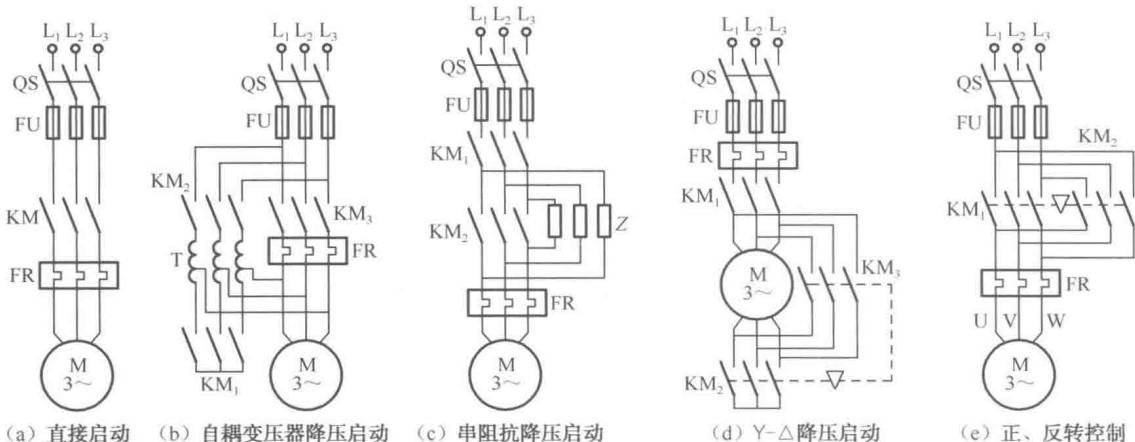

图 1-9 鼠笼型异步电动机的主电路
**师傅** 三相异步电动机常见的主电路如图 1-9 所示。
图 1-9 (a) 为直接启动（又称为全电压直接启动）的主电路；图 1-9 (b) ~ (d) 是分别采用自耦变压器降压、串阻抗降压和 Y-△降压启动的主电路；图 1-9 (e) 是可正转也可反转的直接启动主电路。此外，还有延边三角形降压启动主电路，反接制动、能耗制动主电路，多速电动机（变极调速）主电路和绕线式异步电动机主电路等。
如图 1-9 (a) 所示的异步电动机直接启动主电路是最简单也是最常用的主电路形式之一。图中的主要元件有：三相鼠笼型异步电动机 M；热继电器的发热元件 FR；主接触器 KM；熔断器 FU；电源开关 QS。电源由 L1、L2 和 L3 引入，将电源开关 QS 合上，三相交流电就到达接触器 KM 主触点的上方。当控制电路使接触器的主触点闭合时，三相交流电经过热继电器的发热
在图 1-9 (a) 中，主要的保护元件有熔断器 FU、热继电器的发热元件 FR 及主接触器 KM。熔断器 FU 主要起短路保护作用。当主电路（包括异步电动机）发生短路时，主电路将出现很大的短路电流，使熔断器 FU 的熔丝瞬间熔断。异步电动机失去三相交流电源将很快减速并停止运转。热继电器的发热元件 FR 起过载检测作用。若异步电动机过载（或缺相运行），主电路的电流将超过额定电流值，过载电流将引起电动机发热增加，电动机的温升加大，达到一定数值后若不及时切断电动机的电源，电动机的绝缘将下降，很快烧毁。采用热继电器保护时，过载电流也通过其发热元件，达到一定温度后，热继电器动作，其动断辅助触点将断开接触器的线圈，使接触器复位。其主触点断开，切断电动机的电源，达到过载保护的功能。
此外，在图 1-9 (a) 中，接触器 KM 还具有失压和欠压保护功能。
所谓降压启动，是指降低电动机启动时的电压，从而降低电动机的启动电流，以避免其对电网电压造成较大的影响。当电动机启动起来转速较高时，再使加在电动机的电压达到额定电压（即进行二次启动）。降压启动的常用方法有自耦变压器降压启动、串阻抗降压启动、Y-△降压启动，它们分别对应如图 1-9 (b) ~ (d) 所示的主电路。应该指出的是，电动机采用降压启动，其启动转矩也相应减小。为了满足启动转矩的要求，应该合理选择电动机启动时降压的幅度。
在如图 1-9 (b) 所示的主电路中，与图 1-9 (a) 相比多了自耦变压器 T 和两个接触器。其他元件的作用与图 1-9 (a) 一样。启动时由控制电路控制，首先使接触器 KM1 动作，将自耦变压器 T 接成 Y 形。然后使接触器 KM2 动作，异步电动机经过自耦变压器 T 的降压启动。经过一定的延时时间，电动机的转速升高到一定的数值后，控制电路使 KM1 和 KM2 断电复位（动合触点断开），同时使 KM3 动作闭合，异步电动机端部接额定电压，进行二次启动，直到转速上升到稳定转速为止。
如图 1-9 (c) 所示的主电路与图 1-9 (a) 相比仅多了三相阻抗 Z 和一个接触器。启动时，控制电路首先使接触器 KM1 动作，三相交流电源经过阻抗 Z 分压加到电动机的端部，电动机串阻抗 Z 降压启动。当转速升高到一定的数值后，控制电路使 KM2 动作，其主触点闭合，短接三相阻抗 Z，异步电动机端部接额定电压进行二次启动，直到转速上升到稳定转速为止。
如图 1-9 (d) 所示的主电路为 Y-△降压启动电路。KM1 和 KM2 闭合时，异步电动机为 Y 形连接，电动机一相绕组承受的电压为额定电压（线电压）的  $1/\sqrt{3}$ ；当 KM2 断开、KM1 和 KM3 闭合时，异步电动机为△形连接，电动机一相绕组承受的电压为额定电压（线电压）。启动时，控制电路首先使接触器 KM1 和 KM2 动作，电动机 Y 形连接，降压启动。经过一定的延时时间，电动机的转速升高到一定的数值后，控制电路使 KM2 断开，同时使 KM3 闭合，电动机△形连接，异步电动机接额定电压进行二次启动，直到转速上升到稳定转速为止。注意：KM2 和 KM3 之间有虚线连接，虚线上还有一个倒三角符号“▽”，表示 KM2 和 KM3 之间存在“互锁”关系。即 KM2 和 KM3 不能同时闭合，否则三相电源将出现短路。